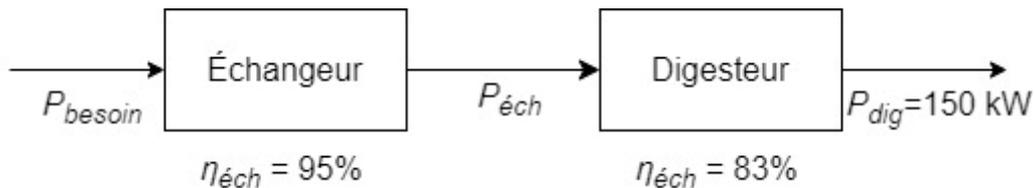

Figure 2 : schéma blocs de puissance des besoins du digesteur
Le schéma blocs de la figure 2 modélise la chaîne de puissance des besoins du digesteur.
- Question 7 En vous aidant du schéma blocs de la figure 2, **calculer** la puissance en entrée de l'échangeur notée  $P_{besoin}$ .